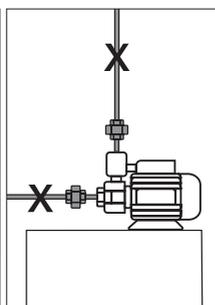

Fig. 03
2. Jamais utilize tubulações com diâmetros menores que o diâmetro de conexão com a bomba. Isso acarretará em perda de vazão, assim como uma possível sobrecarga no equipamento [Fig. 03].